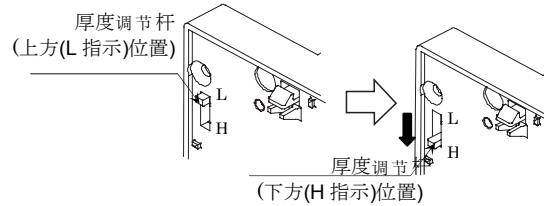

图10
- 5) 卸下Neo-Stat本体的罩壳,用4颗本体安装螺丝(M3、L=16)将本体单元安装到底板(另购)上。此时,将本体单元的左右厚度调节杆位置(参考图10)设定在上部(L位置)进行安装。
- 5) 卸下Neo-Stat本体的罩壳,用4颗本体安装螺丝(M3、L=16)将本体单元安装到转接底座(另购)上。此时,将本体单元的左右厚度调节杆位置(参考图10)设定在上部(L位置)进行安装。